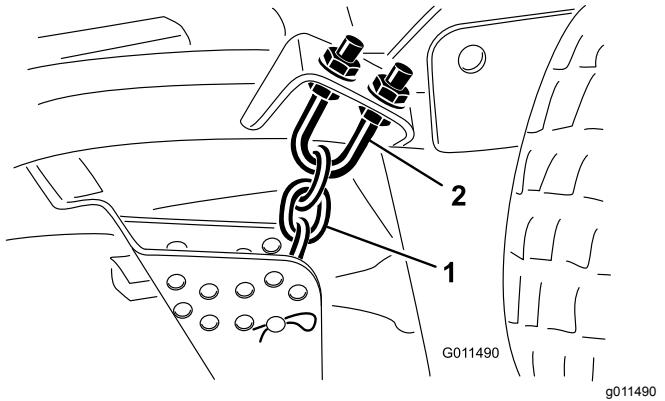

Bild 100
1. Lockern Sie die Klemmmuttern an der Ober- oder Unterseite des U-Bügels an der Schnitthöhenkette (Bild 100).